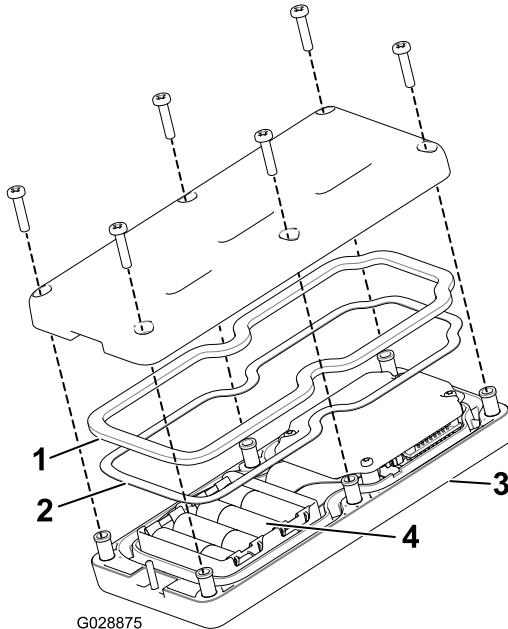

図 46
3. リモートの裏側にあるねじ6本を外してカバーを取り(図46)。
- 新しい電池を入れる向きに注意すること。電池を正しく入れないと、機械が損傷することがないが、操作ができない。電池を入れる箇所にはプラス・マイナスの表示がある図 46。
- ゴム製シールとスチール製のガスケットを外してしまった場合は、これらを注意深く溝にセットする(図 46)。
- カバーを元通りに取り付け、先に取り外したねじ6本を使って固定し図 46、各ねじを $1.5\sim1.7\text{N}\cdot\text{m}$ $0.15\text{--}0.17\text{ kg}\cdot\text{m} = 13\text{--}15\text{ in-lb}$ にトルク締めする。